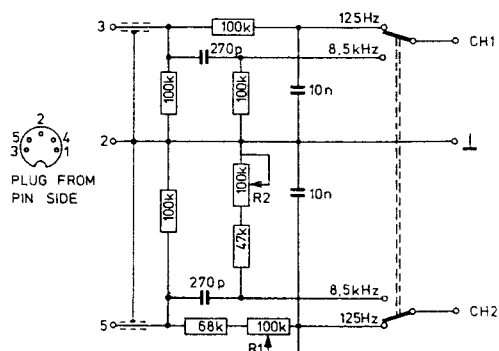

Fig. 2-22B
Das Filter muss entsprechend dem Plan von Bild 2-22B zusammengestellt werden.
- Das in Bild 2-22B dargestellte abgeglichene Filter an J2 des VCR-Gerätes anschliessen.